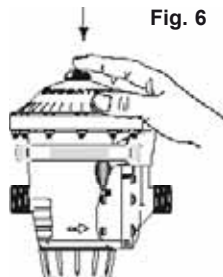

Fig. 6
- Druk de ontluichtknop boven op de DOSATRON in (Fig. 6).